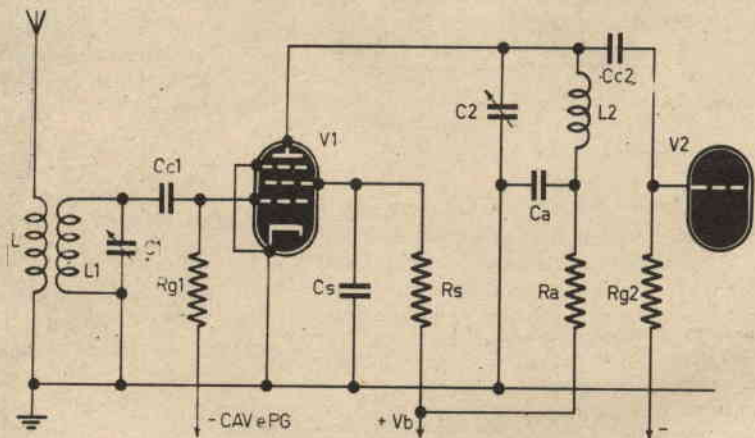

Fig. 1
Lo schema fondamentale su cui ci basiamo è quello di fig. 1, in cui  $V_1$  è il primo o l'unico stadio RF e  $V_2$  è il tubo che lo segue, che può essere un 2° stadio RF o direttamente il convertitore.
In fig. 1 si è supposto che la tensione base di griglia (PG) sia applicata, insieme alla tensione CAV, da una sorgente esterna; in caso si voglia ricorrere all'autopolarizzazione, la resistenza ed il condensatore di catodo si calcoleranno con le formule più volte date nei precedenti articoli.
L'amplificazione a risonanza, ossia quando il circuito anodico è sintonizzato sulla frequenza del segnale applicato in griglia, del circuito di fig. 1 è data dalla relazione: